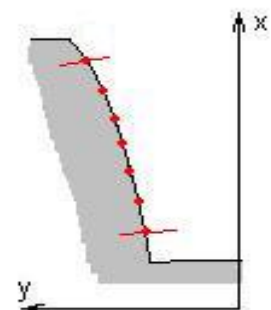

Рис. 3.1.1-9
- **Угол наклона каретки** – определяет, под каким углом будет наклоняться каретка по отношению к оси Z СКД в плоскости XOZ СКД (угол δ на рис. 3.1.1-10) при измерении профиля зуба. Необходимо для безопасного сбора точек, если существует вероятность касания поверхности ножкой щупа.